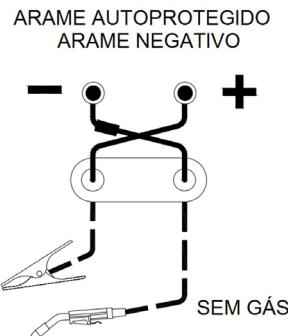

Fig. 9 – Ligação do cabos para solda sem gás
- Ligue o cabo vermelho (toga) no polo negativo, Fig. 9.